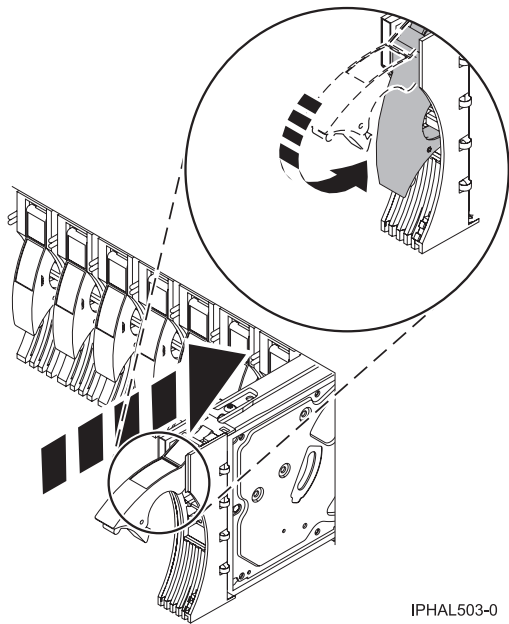

Figure 102. Installation d'une unité de disques sur un modèle or 7311-D20
- c. Poussez complètement la poignée de l'unité de disques (voir figure 102, à la page 120).